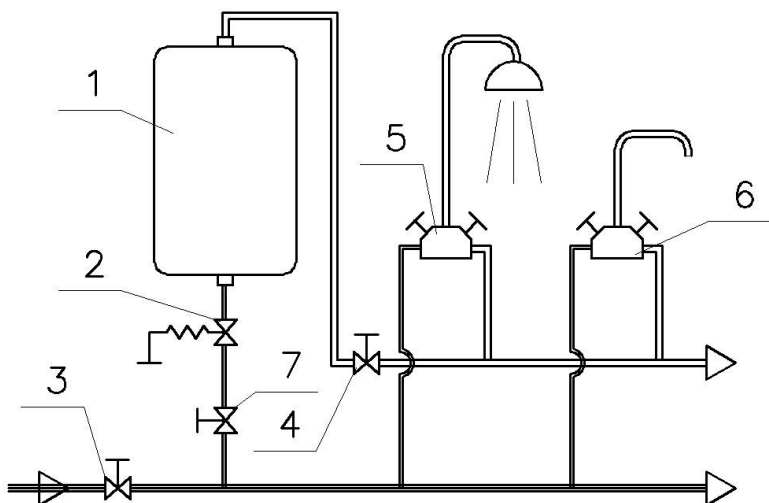
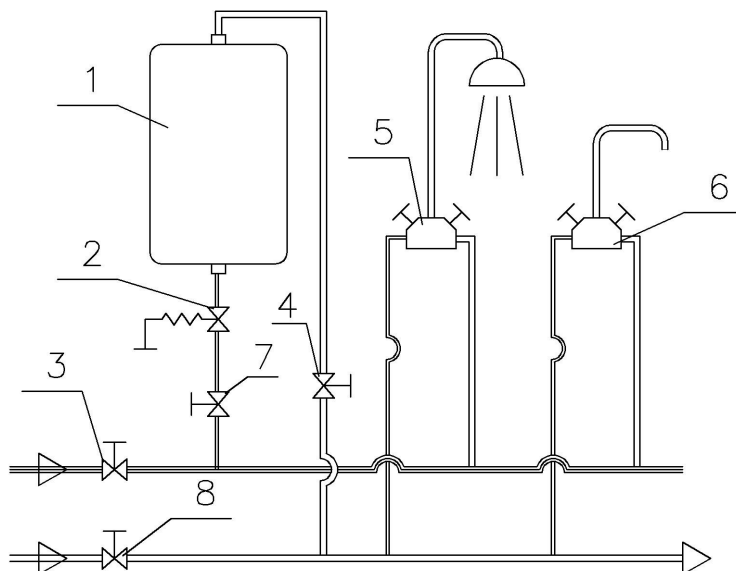

Рис.2
Рис.4
4.2.1 Подсоединение ЭВН к системе водоснабжения при отсутствии централизованного снабжения горячей водой (Рис.2).
Схема подсоединения ЭВН к системе водоснабжения при отсутствии централизованного снабжения горячей водой указана на рис.2.
4.2.2 Подсоединение ЭВН к системе водоснабжения при наличии централизованного снабжения горячей водой (Рис. 4)
Схема подсоединения ЭВН к системе водоснабжения при наличии централизованного снабжения горячей водой указана на Рис. 4.
5.1 Проверьте перекрытие магистрали подачи горячей воды при наличии централизованного горячего водоснабжения (закрывать вентиль 8, см. рис. 4).
Примечание. Положения см. Рис.2 и Рис.4.